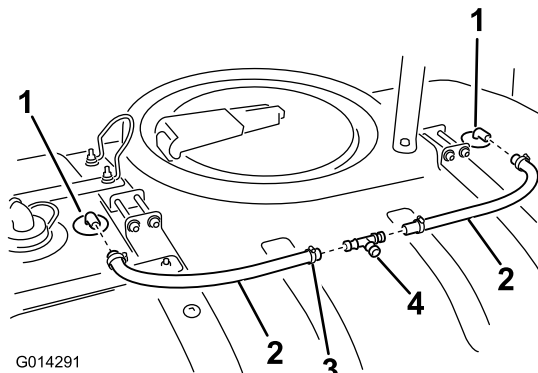

Figura 21
2. Instale una abrazadera en el extremo de cada manguera (Figura 21).
3. Instale una manguera sobre la espiga de la boquilla de enjuague (Figura 21).
2. Instale el acoplamiento en T en los extremos abiertos de las mangueras de las boquillas de enjuague instaladas anteriormente, según se muestra en Figura 21.